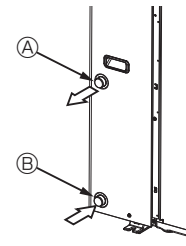

Fig. 4-1
### 4.1. Wasserrohrverbindungen (Fig. 4-1)
- Einlaß- und Auslaßleitungspositionen werden in Fig. 4-1 gezeigt.
[Fig. 4-1]